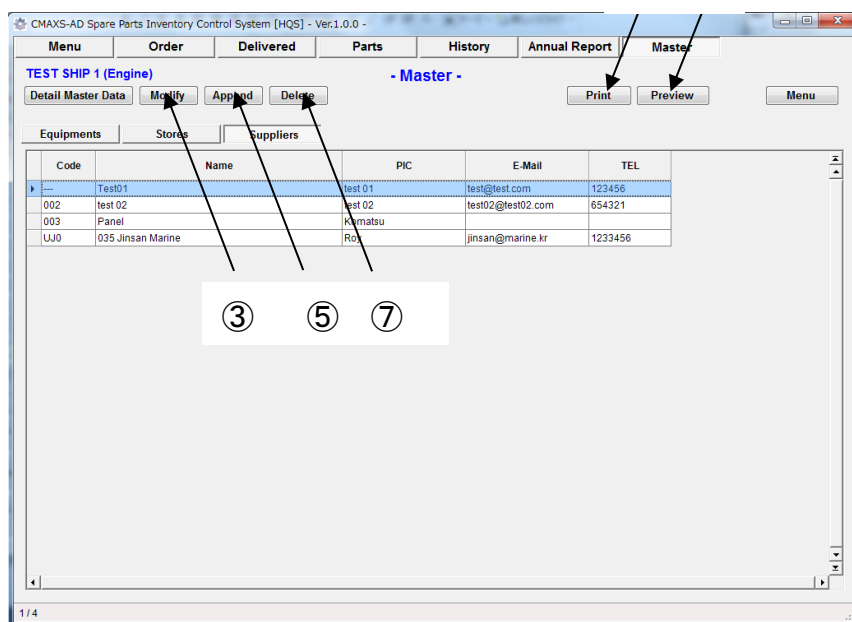
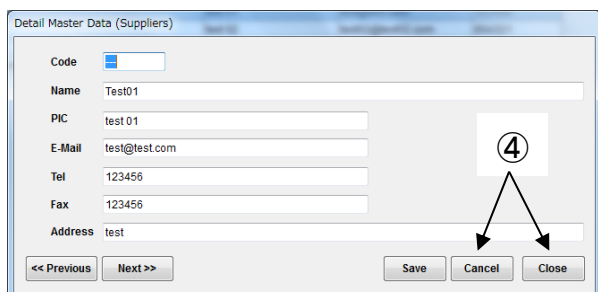

図 15-3 Master [Suppliers] 画面
図 15-4 Detail Master Data 画面 (Modify)
- [Suppliers]を選択すると、“Suppliers List 画面”(図 15-3) が表示され、データベースに登録された全 Supplier の詳細が表示されます。
(3)仕入先のデータを変更したい場合は“Suppliers List 画面”(図 15-3)上で、変更したい箇所と[Modify]を選択すると“Suppliers ダイアログ”(Modify version) (図 15-4) が表示され、登録済の supplier データを編集することができます。
(4) 編集データを保存する場合は[Save]、保存しない場合は[Cancel]を選択します。
(5) 仕入先を追加したい場合は“Suppliers List 画面”(図 15-3)上で[Append]を選択すると“Suppliers ダイアログ”(Append version)(図 15-5) が表示されますので、新規仕入先のデータを入力します。
(6) 新規仕入先データを保存する場合は[Save]、保存しない場合は[Cancel]を選択してください。
(7) 仕入先データを削除したい場合は[Delete]を選択してください。
(8) Supplier リストを印刷したい場合は[Print]を選択してください。
(9) 印刷画面を確認した場合は[Preview]を選択してください。